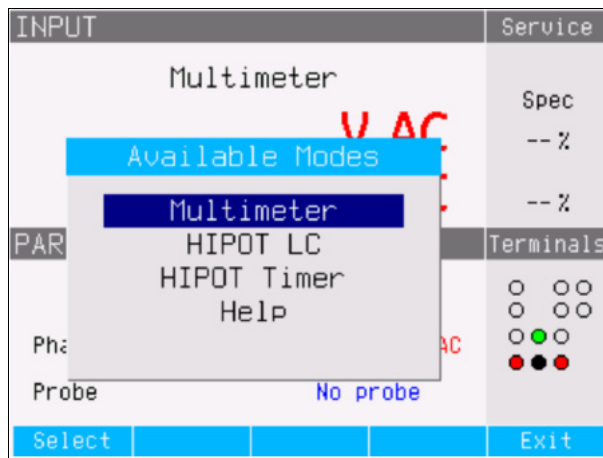

图4-22.万用表模式选择
1. 请按 **Mode** 功能键，以显示可用模式菜单（参见图4-22）。